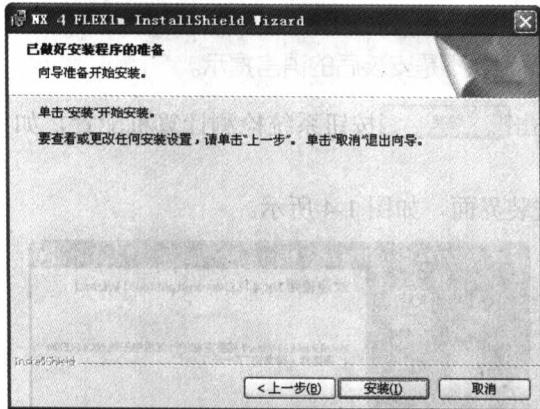

图 1-7 已做好安装准备界面
- (10) 完成许可证文件路径选择后, 单击  按钮出现已做好安装准备界面, 如图 1-7 所示。